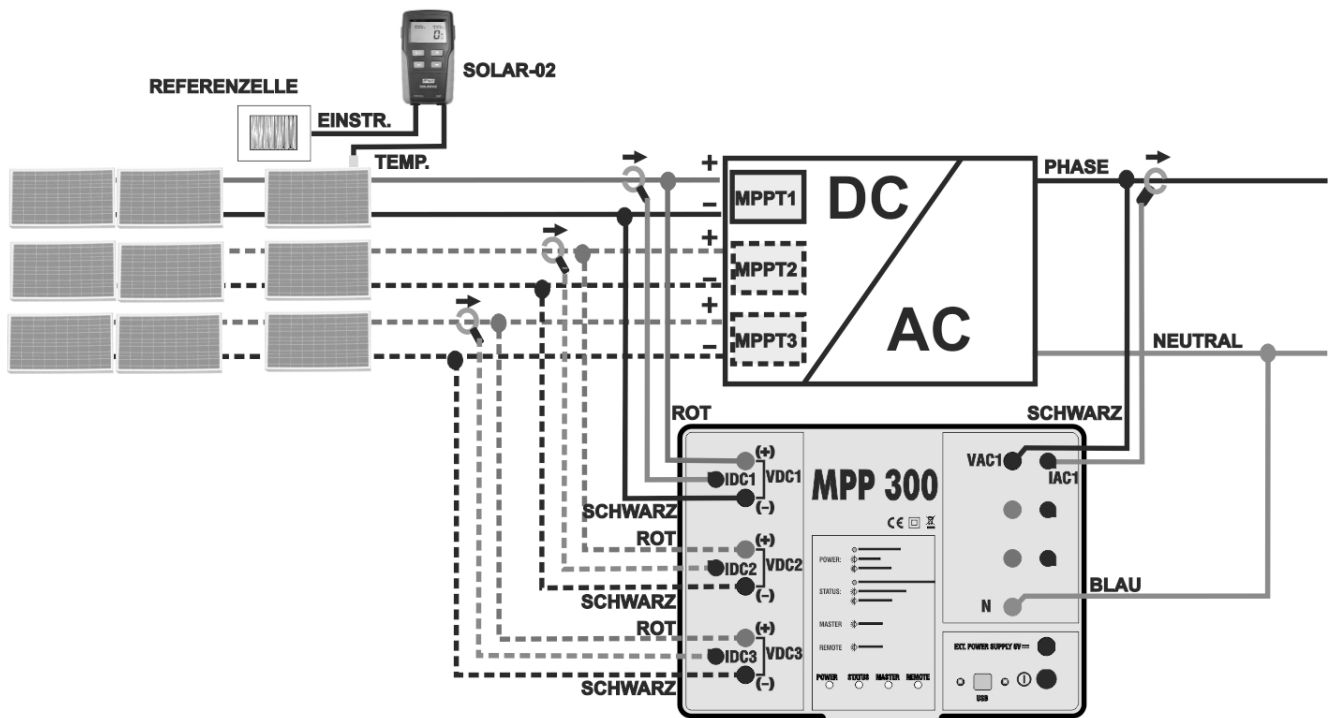
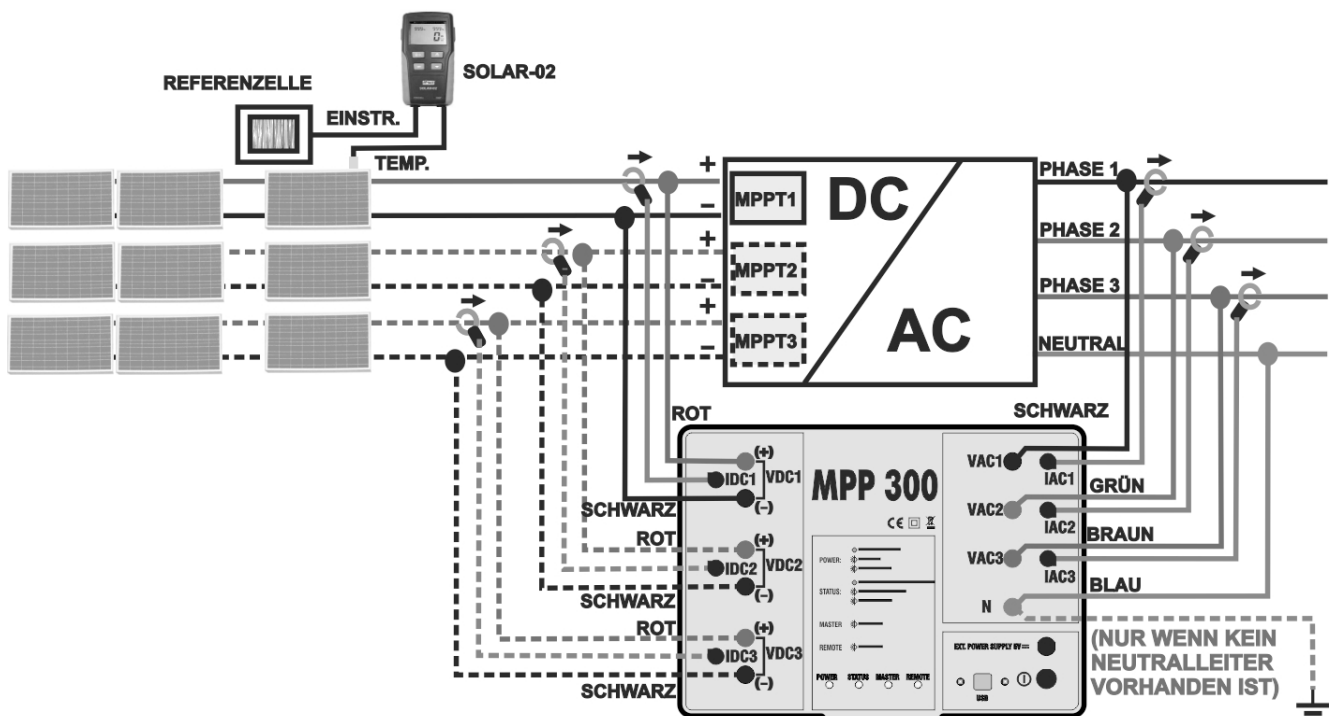

Abb. 5: Anschluss des MPP300 zur Prüfung von PV Anlagen mit 1 Phasen AC
Abb. 6: Anschluss des MPP300 zur Prüfung von PV Anlagen mit 3 Phasen AC
7. Schließen Sie den **VDC1(+)** und **VDC1(-)** Eingang des **MPP300** an die Ausgänge des PV-Strings die am MPPT1 angeschlossen sind mit an und beachten dabei die Polungen und Kabeladernfarben der Abbildungen Abb. 5 oder 6.
10. Schließen Sie die DC Strommesszange am Pluspol des Strings **unter Beachtung der Pfeilrichtung** an (siehe Abb. 5 oder 6). Bringen Sie die DC Stromzangebacken so weit wie möglich vom Wechselrichter vom Minuspol des PV Strings entfernt an.
12. Schließen Sie den **VAC1** und den **N** Eingang des **MPP300** richtig an die entsprechenden Ausgänge des Wechselrichters an und beachten dabei die Kabeladernfarben der Abbildungen 5 oder Abb. 6. Bei Dreiphasensystemen ohne Nullleiter verbinden Sie den **N** Eingang mit der Schutzerdung.
14. Schließen Sie die AC Strommesszange des ersten MPPT am Phasenleiter L1 **unter Beachtung der Pfeilrichtung** an der Stromzange an (siehe Abb. 5 oder Abb. 6). Bringen Sie die AC Stromzange so weit wie möglich vom Wechselrichter und vom Null-Leiter entfernt an. Verbinden Sie den Ausgang **IAC1** der Stromzange mit dem Eingang des MPP300.